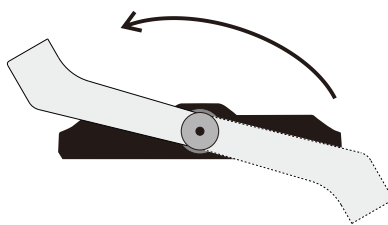

Fig. 11
2. Si le luminaire est monté à l'envers, faites pivoter le support à étrier dans la position correcte (Fig. 11).